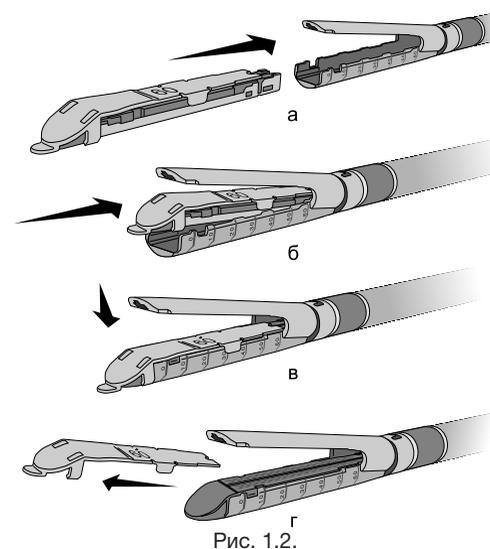

Рис. 1.2.
6. Установите сменную кассету в паз сшивающего аппарата для сменной кассеты. Для этого продвиньте кассету по пазу до ее фиксации и защелкните кассету до упора (Рис. 1.2).